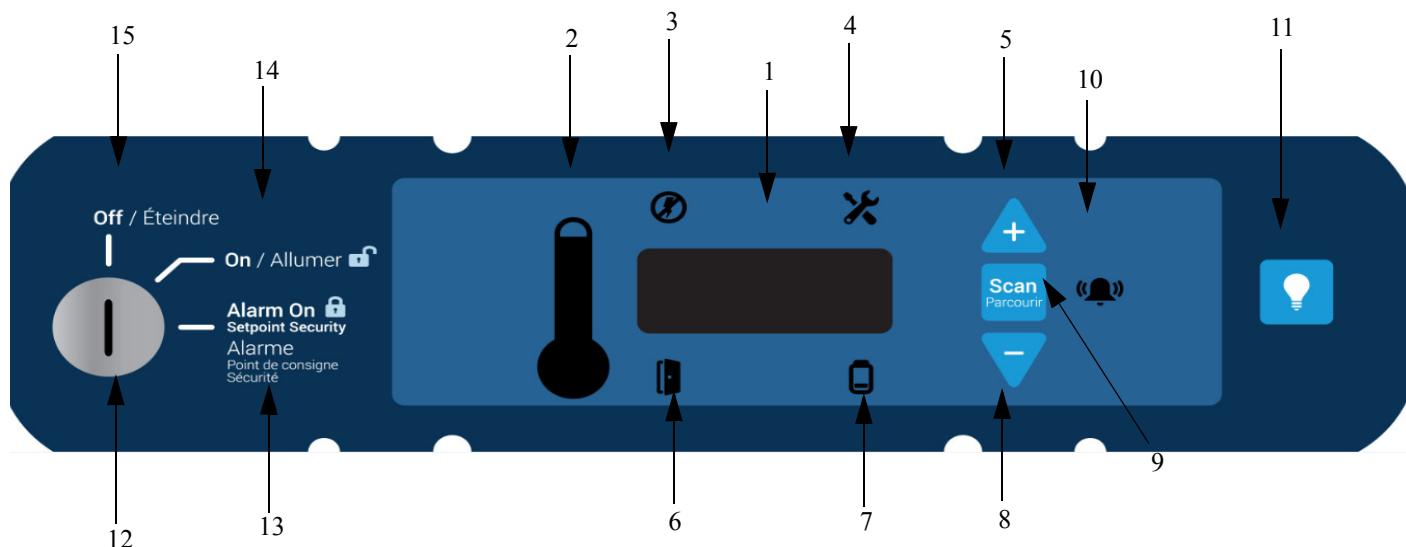

Figura 14. Pannello di controllo del frigorifero
Il pannello di controllo è posizionato sul lato superiore destro del frigorifero. È possibile usare i tre pulsanti (5, 8, e 9 nella *Figura 14*) per modificare il display della temperatura (1) o per regolare i valori di riferimento della temperatura e dell'allarme come indicato nella *Sezione 9.3*. Il display del termometro (2) offre una rapida indicazione visiva della temperatura corrente all'interno dell'unità e delle situazioni di allarme.